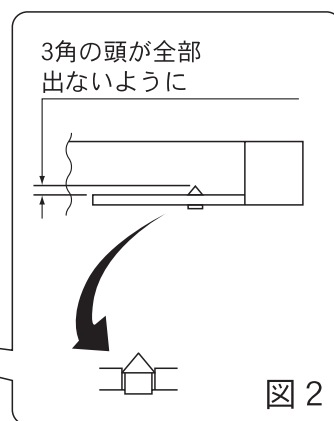

図2
- ④ 前面の1ヶ所のスパイクは図2のように他の部位よりも1ミリ程度短くしておきます。